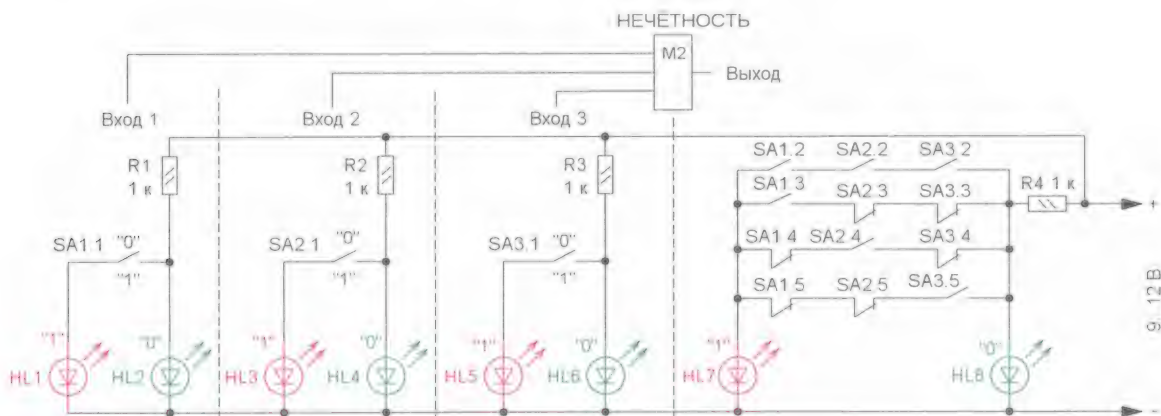
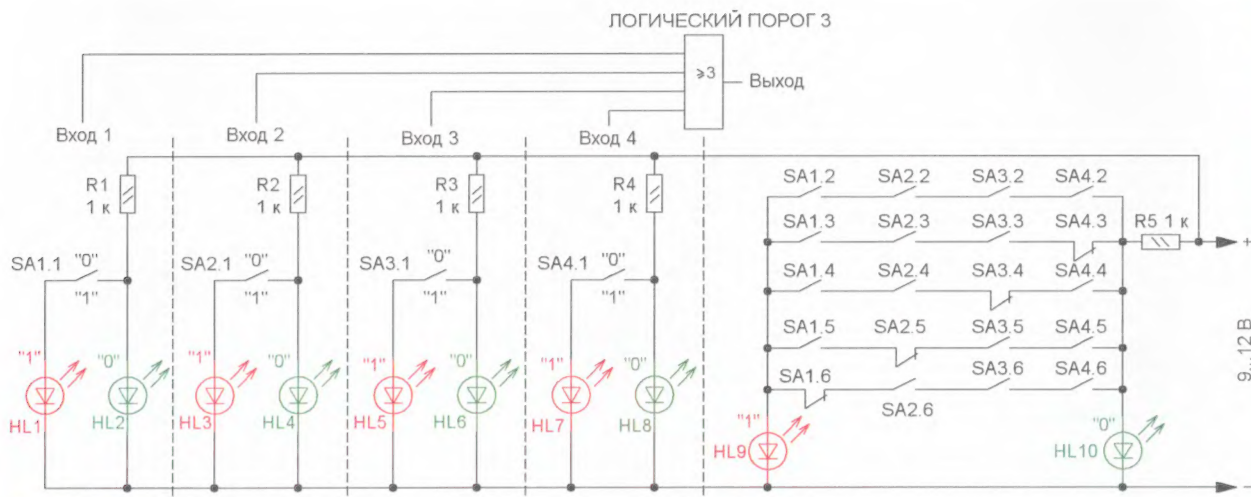
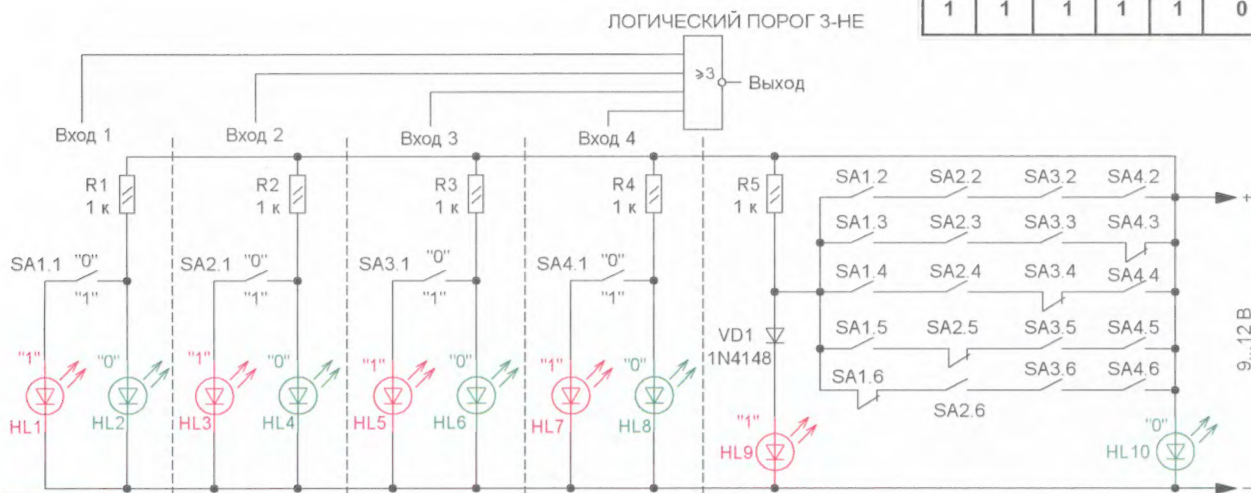

Рис. 1
Рис. 11
Рис. 12
Электрические схемы имитаторов логических элементов представлены на рис. 1—рис. 12. Светодиоды красного свечения выделены на этих схемах красным, а зелёного свечения — зелёным. Далее приведены определения логических элементов, помогающие
**"НЕЧЁТНОСТЬ"** — логический элемент, имеющий несколько входов и один выход, уровень лог. 1 на котором появляется только при условии, что аналогичный уровень одновременно присутствует на нечётном числе его входов (рис. 1).
(ЛЗ-НЕ), а также электрические схемы имитаторов этих логических элементов, приведённые соответственно на рис. 11 и рис. 12.